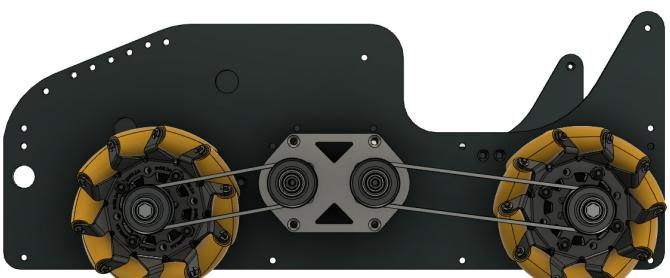

Fig. 1.3. - Sistemul de scripeți
4. sistemul de mișcare funcționează prin intermediul unui ansamblu de **scripeți și curele dințate** (pentru a asigura precizie și viteza) antrenat de patru motoare de **435 rpm** (Fig 1.3);